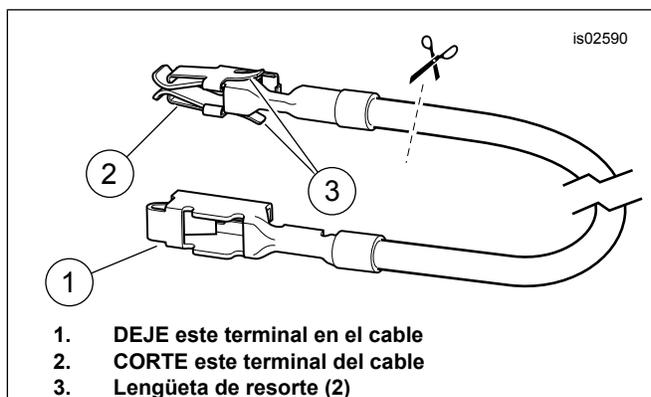

Figura 6. Cable del adaptador del bloque de fusibles
- Obtenga del kit el cable del adaptador naranja/blanco del bloque de fusibles (10). Observe el terminal en cada extremo (vea Figura 6). Solamente el terminal **SIN las lengüetas del resorte** encaja en la cavidad del fusible. Cuidadosamente corte el terminal **CON** lengüetas de resorte del cable y deséchelo.